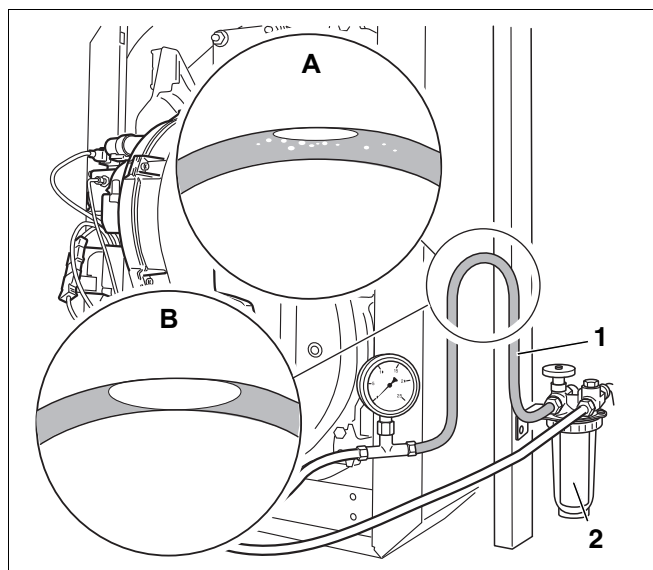

Рис. 42 Вертикальная петля прозрачного шланга
- Соединить прозрачный шланг (Рис. 42, поз. 1) со всасывающей линией за топливным фильтром (Рис. 42, поз. 2).
- Сделать из прозрачного шланга вертикальную петлю так, как показано (Рис. 42).
- Проверить размеры воздушного пузырька, образовавшегося в шланге (Рис. 42, вид А и В).
Если воздушный пузырек в верхней части шланга имеет небольшие размеры (Рис. 42, вид А), то это значит, что топливопровод достаточно герметичен.
Большой воздушный пузырек (Рис. 42, вид В) говорит о том, что на всасывающей линии и/или в местах подключений имеются неплотности.